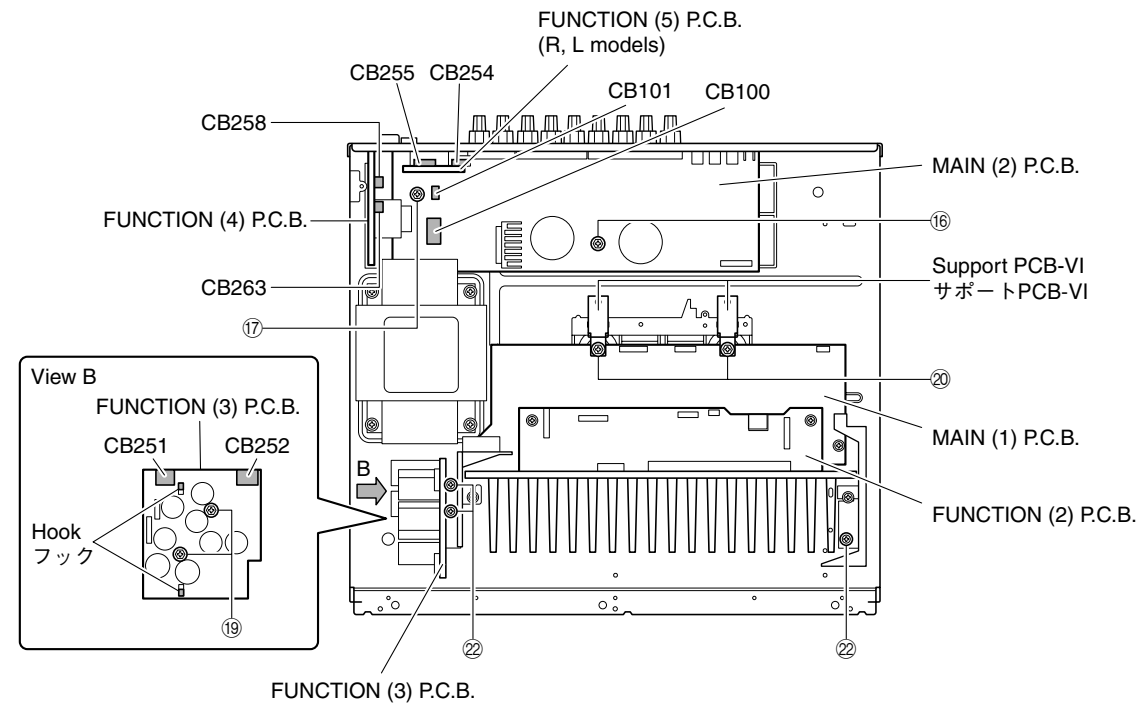

Fig. 8
- c. Remove CB100, CB101, CB258, CB263, CB254 (R, L models) and CB255 (R, L models). (Fig. 8)
- d. Remove the MAIN (2), FUNCTION (4) and (5) (R, L models) P.C.B.s together with rear panel. (Fig. 8)
- e. Remove 2 screws (19). (Fig. 8)
- f. Remove CB251 and CB252. (Fig. 8)
- g. Remove 2 hooks and then remove FUNCTION (3) P.C.B.. (Fig. 8)
- h. Remove 2 screws (20) and then remove 2 support PCB-VI. (Fig. 8)
- * Screws (21) are identified with arrow marks (=>).
- j. Remove 3 screws (22). (Fig. 8)
- k. Remove the MAIN (1) and FUNCTION (2) P.C.B.s together with heat sink. (Fig. 8)
- c. CB100、CB101、CB258、CB263を外します。(Fig. 8)
- d. MAIN(2)、FUNCTION(4) P.C.B.をリアパネルと一緒に取り外します。(Fig. 8)
- e. 19のネジ2本を外します。(Fig. 8)
- f. CB251、CB252を外します。(Fig. 8)
- g. フック2ヶ所を外し、FUNCTION(3) P.C.B.を取り外します。(Fig. 8)
- h. 20のネジ2本を外し、サポートPCB-VIを2個取り外します。(Fig. 8)
- j. 22のネジ3本を外します。(Fig. 8)
- k. MAIN(1)、FUNCTION(2) P.C.B.をヒートシンクと一緒に取り外します。(Fig. 8)